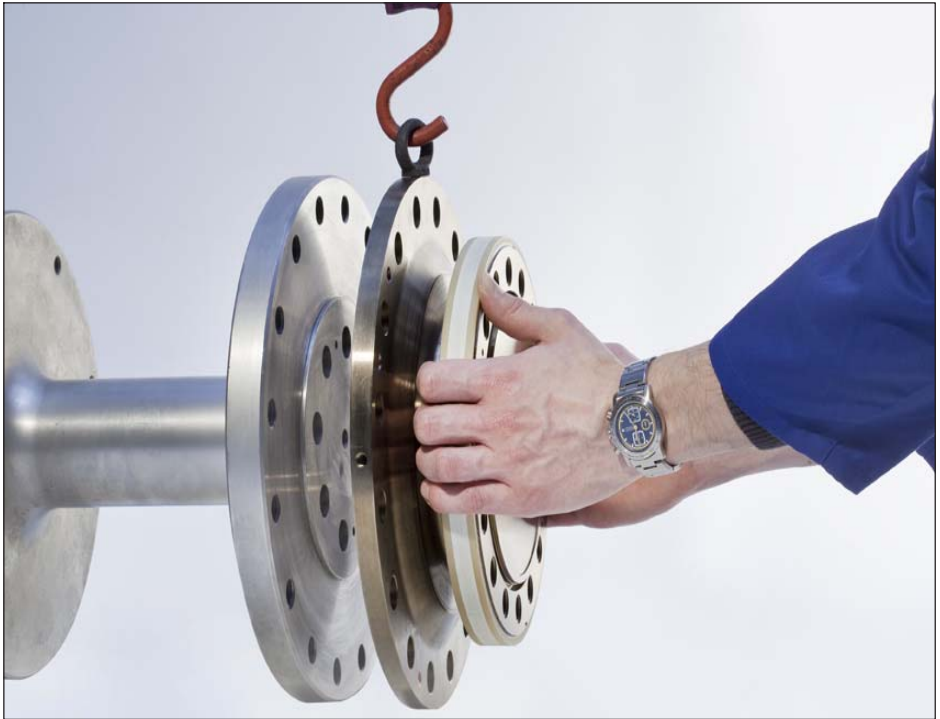

Fig. 5.3 Montage du rotor (installation d'axe horizontal)
3. Si le rotor doit être monté sur une installation d'axe horizontal (comme sur la Fig. 5.3), ôter *un* œillet de montage. En cas de montage sur une installation d'axe vertical, laisser dans un premier temps les deux œillets de montage en place dans la bride.